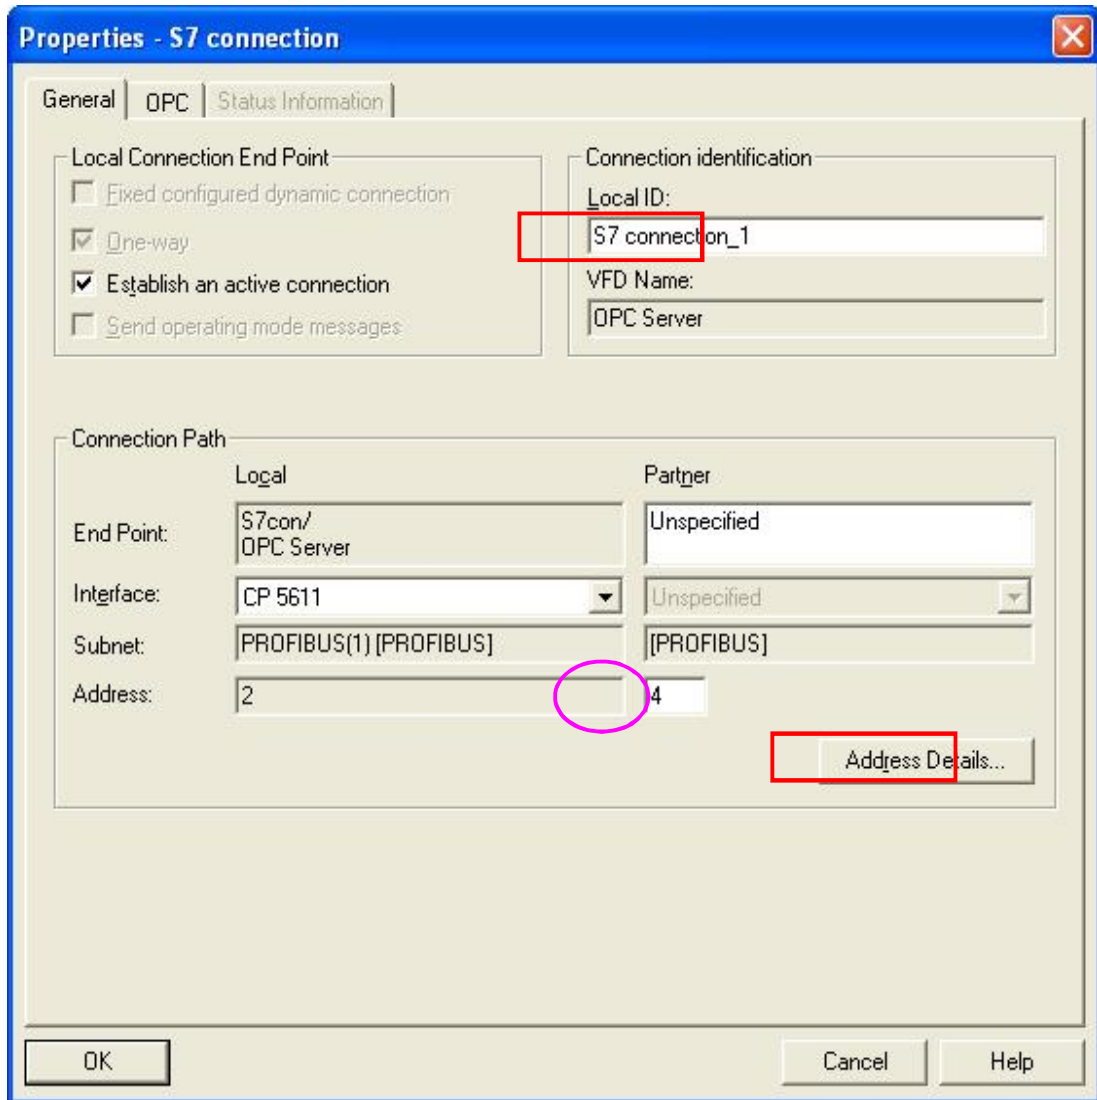

图 7
5. 点击“ Apply” 编辑连接属性，“ Partner” 地址填写通讯方 EM277 的地址，如图 7